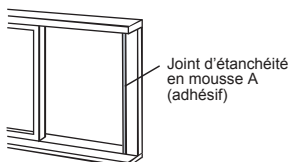

Fig. 12
1. Coupez le joint d'étanchéité en mousse (adhésif) à la bonne longueur et collez-le sur le cadre de la fenêtre. Fig. 12.